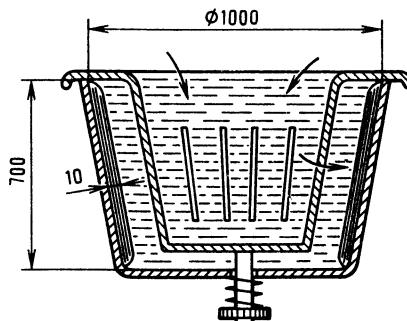

Рис. 98. К ответу задачи 140
**140.** На рис. 98 показан предположительный вид фантастического аппарата для добывания золота из океана. На нем видны места установки лучевых двигателей — разгонных и для «голубого солнца». В разрезе аппарата видны подпружиненная крышка и рабочий корпус со слоем добываемого золота.